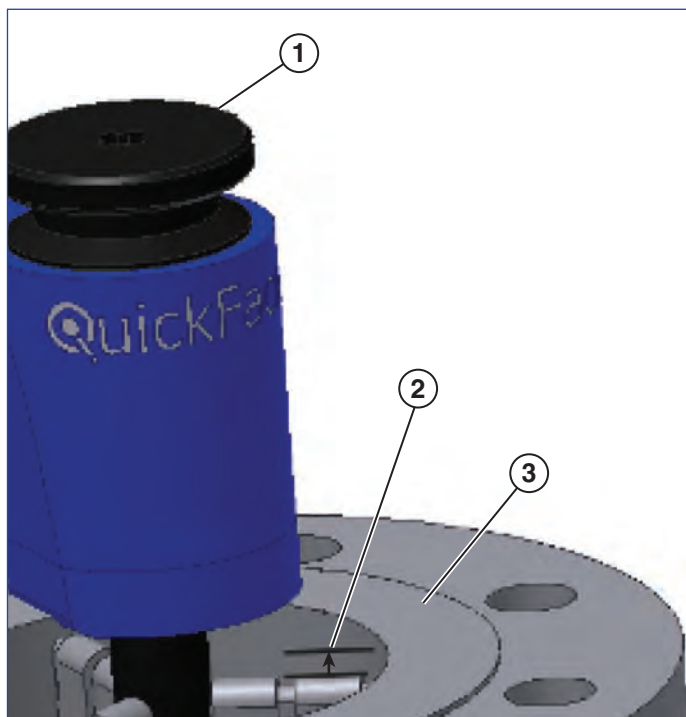

Figura 10
1. Installare il QuickFace dentro al pezzo da lavorare con la parte alta del posizionatore, o estensione del posizionatore, se è usata, circa 3 mm al di sotto della faccia della flangia (**vedere la Figura 10**). Girare la manopola di bloccaggio del mandrino in senso orario per fissare i posizionatori. Fare oscillare leggermente il QuickFace all'indietro e in avanti mentre si stringe le viti per accertarsi che sia fermamente in sede dentro al pezzo da lavorare. Se il mandrino del QuickFace non può essere stretto fermamente a mano, inserire una chiave a cricchetto nell'estremità della manopola di bloccaggio del mandrino. **NON STRINGERE ESAGERATAMENTE LA MANOPOLA DEL MANDRINO, PERCHÉ POSSONO VERIFICARSI DEI DANNI!** Il mandrino è stretto a sufficienza quando QuickFace non si muove quando si solleva sull'estremità dell'involucro del cambio.